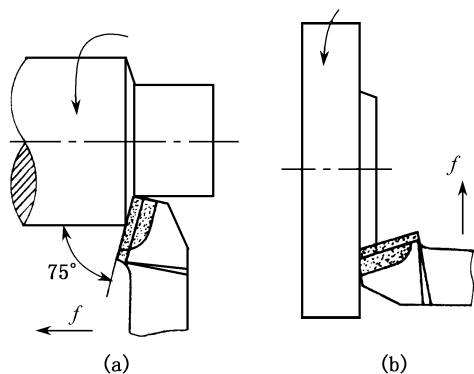

图 3-10 75°外圆车刀的使用
(2) 75°外圆车刀。75°外圆车刀的刀尖角 (ε_r) 大于 90°, 刀头强度高, 耐用。因此适用于粗车轴类工件的外圆和强力切削铸件、锻件等余量较大的工件 (图 3-10 (a))。其左偏刀还用来车削铸件、锻件的大平面 (图 3-10 (b))。